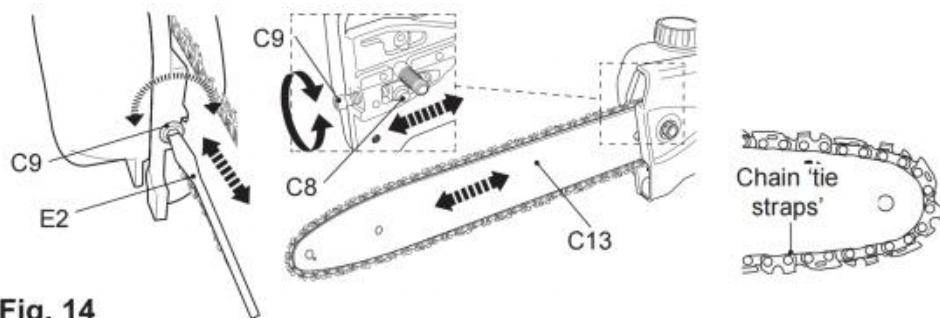

Fig. 14
3) Draai de spanschroef (C9) met de klok mee of tegen de klok in om de spanpen (C8) / geleidestang (C13) af te stellen totdat de kettingbevestigingsbanden net de onderrand van de geleidestang raken (fig. 14).